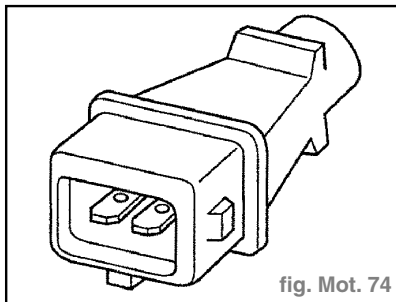

fig. Mot. 74
- Débrancher le connecteur à 10 raccords du transmetteur de course du tiroir de régulation (connecteur allant au mécanisme de régulation du débit de pompe d'injection) (fig. Mot. 74).
- Mesurer la résistance entre les contacts de la fiche (fig. Mot. 74).